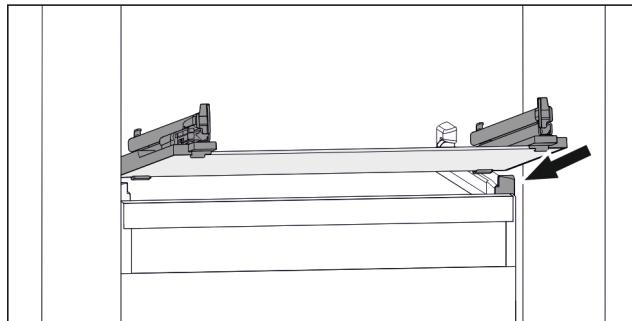

Fig. 140 Приблизне відображення скляної пластини
- Встановити скляну пластину за стопорами навколо. (див. Fig. 140)